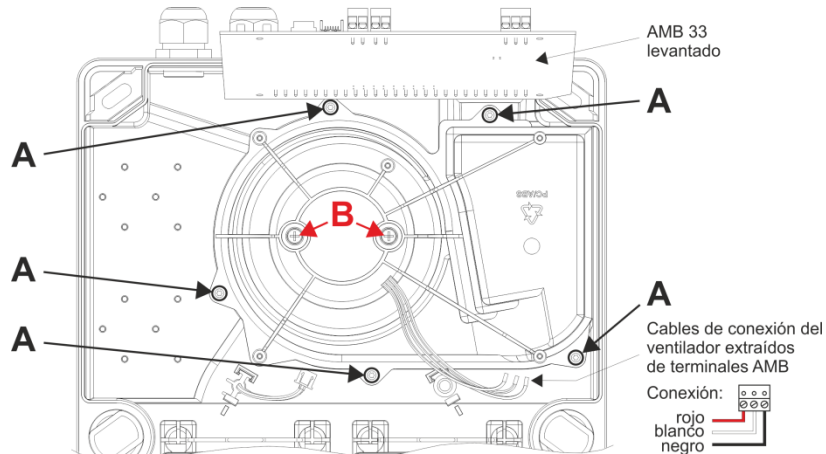

Fig. 48 Desmontaje de la unidad de ventilación para la aspiración
Para sustituir la unidad de ventilación para la aspiración AFU 35 es necesario desmontar el Main Board AMB 33. Para ello deberán desconectarse previamente y con cuidado todas las conexiones de cable internas. Los tres cables de conexión del ventilador deben sacarse de los bornes de conexión. No es obligatorio desconectar los bornes de conexión enchufables 1 a 26. Una vez extraídos los tornillos de fijación del AMB 33 con un **destornillador Torx T10**, el AMB 33 podrá levantarse en dirección a las entradas de cable, para así acceder a los tornillos de fijación de la unidad de ventilación para la aspiración. Para desmontar la unidad deberán extraerse los cinco tornillos **A** con un **destornillador Torx T15** (véase la **Fig. 48**).
- Al conectar la nueva unidad de ventilación para la aspiración debe prestarse atención al color de los cables (según la **Fig. 48**).